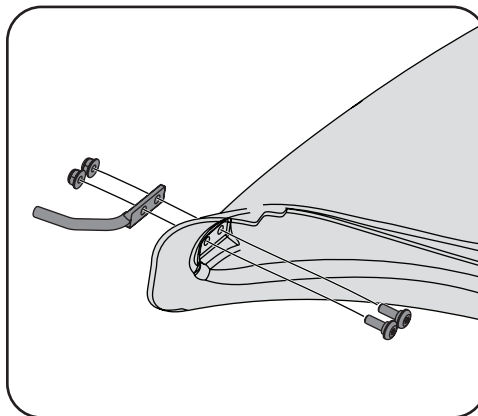

Figura 4-19
1. Instale el soporte de la barra de arranque (747-06043) en la bota usando 2 tornillos de hombro (738-1225) y 2 tuercas de llave (712-04064) del paquete de herrajes 689-00636. Asegúrese de que los tornillos de hombro (738-1225) estén instalados en el interior de la bota. Vea la Figura 4-19.